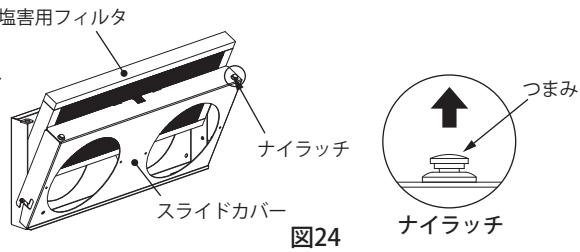

図24
1. スライドカバーのナイラッチつまみを「カチッ」と音がするまで持ち上げ、ロックを解除してください。(図 24)
2. スライドカバーを両手で持ち上げ、そのまま手前に傾けて開いてください。(図 24)